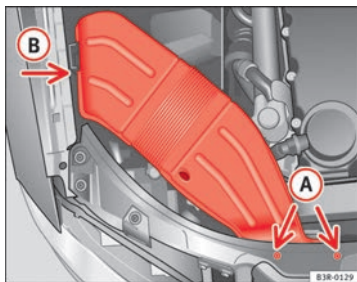

Abb. 199 Luftführungshutze an rechter Fahrzeugseite
- Drehen Sie die Schrauben **(A)** ⇒ Abb. 199 heraus.